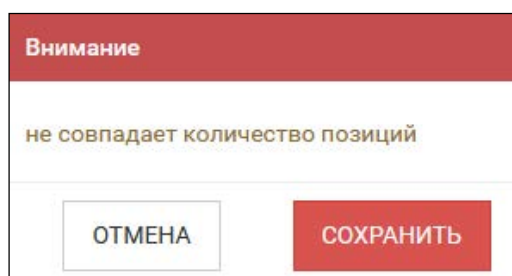

Рис. 141
**Количество** – количество позиций (строк), содержащихся в накладной (поле не обязательное для заполнения). При сохранении документа это количество будет сравниваться с реально введенным количеством, и при расхождении система будет выдавать сообщение о несовпадении количества позиций (см. Рис. 141).